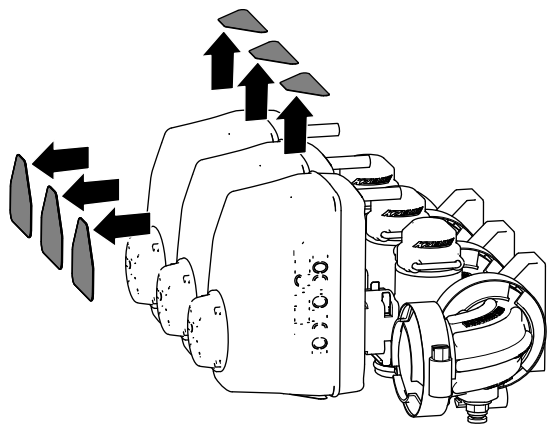

Рисунок 53
- Снимите 6 наклеек с 3 клапанов секций стрелы (Рисунок 53).